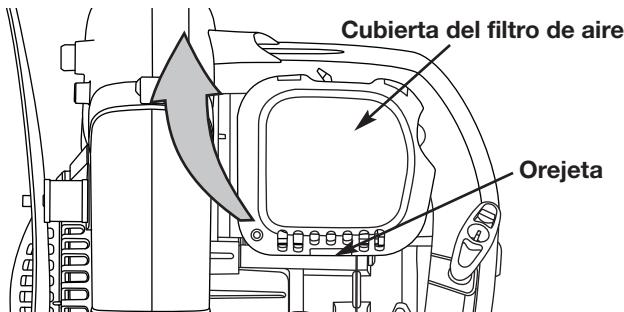

Fig. 23
1. Abra la cubierta del filtro de aire. Empuje hacia adentro la orejeta del lado derecho de la cubierta, y extraiga la cubierta del filtro de aire hacia afuera y hacia la izquierda (Fig. 23).
7. Vuelva a instalar la cubierta del filtro de aire. Coloque los ganchos del lado derecho de la cubierta del filtro de aire en las ranuras del lado derecho de la placa posterior (Figs. 23 y 24).